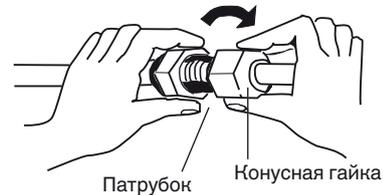

Рис. 5-5
- Для выполнения надлежащего соединения установите трубу с патрубком и коническую трубу прямо друг напротив друга, затем плотно закрутите конусную гайку, чтобы получить точное сопряжение. (Рис. 5-5)